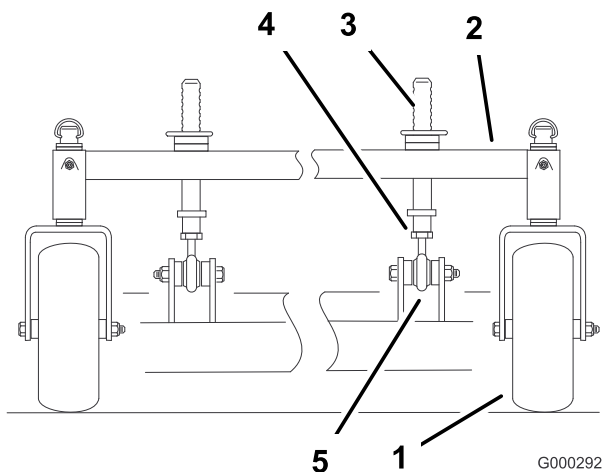

Bild 57
- Durch Einstellen der vorderen Schnitthöhen Säulen lässt sich die Längsneigung einstellen (Bild 57).
- Lockern Sie zum Anheben der Vorderseite des Mähwerks die Klemmmutter und drehen Sie den vorderen Stift nach rechts (Bild 57).
- Lockern Sie zum Absenken der Vorderseite des Mähwerks die Klemmmutter und drehen den vorderen Stift nach links (Bild 57).
- Ziehen Sie dann die Klemmmuttern fest (Bild 57).